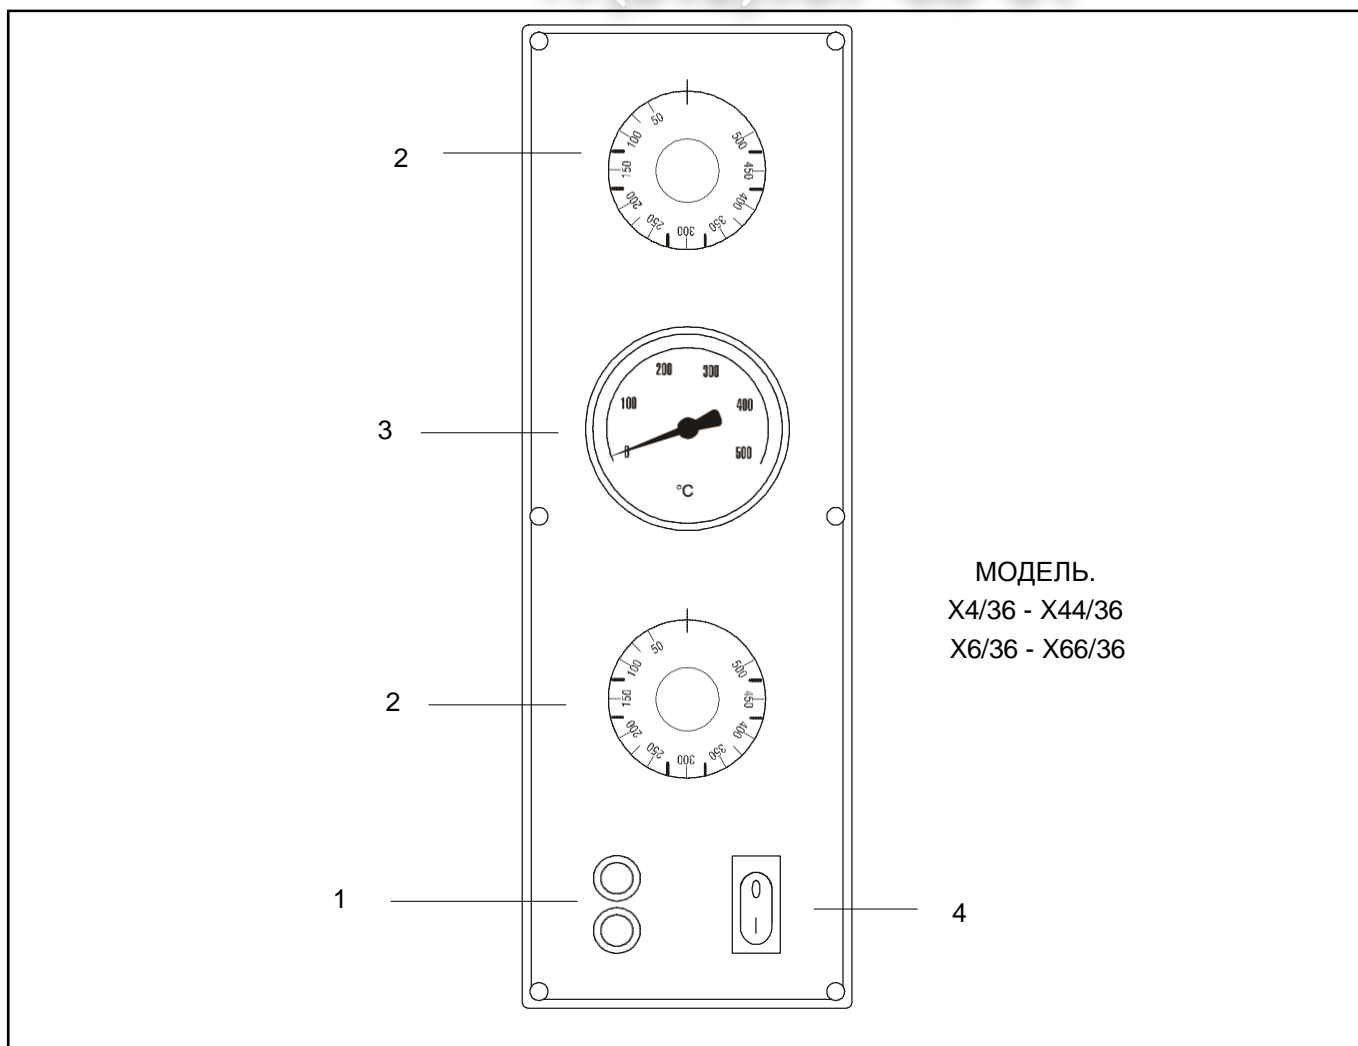

РИС.7 (Панель контроля)
Панель контроля, расположенная спереди, отличается на каждой из моделей, как показано на РИС.7.
ПОЯСНЕНИЯ К РИС.7
- 3) Активируйте резисторы, установив терморегуляторы (**РИС. 7 - №2**) на температуру **150 °С**, обозначенную на ручке. Загорится зеленый индикатор, сигнализирующий о том, что резисторы активированы;
- 5) Отключите резисторы, переведя терморегуляторы (**РИС. 7 - №2**) в **позицию «0»**.
- 7) Снова закройте дверцу и повторите действия, описанные в п.3, установив терморегуляторы (**РИС. 7 - №2**) на температуру **400°С**, обозначенную на ручке;
- 9) Отключите резисторы, переведя терморегуляторы (**РИС. 7 - №2**) в **позицию «0»**.
- 3) Активируйте резисторы, настроив терморегуляторы (**РИС. 7 - №2**) на желаемую температуру, указанную на ручке. Загорится соответствующий зеленый индикатор, свидетельствующий о работе резисторов;
- 4) Как только температура в печи достигла желаемого уровня (см. п.9 данного раздела), отображаемого на термометре (**РИС. 7 - №4**), можно загружать пиццу;
- 6) Для того, чтобы включить внутреннюю подсветку камеры, нажмите переключатель освещения печи (**РИС. 7 - №5**);
- 1) Отключите печь, переведя выключатели терморегуляторов (РИС. 7 - №2) и резисторов (РИС. 7 - №3) в позицию «0».